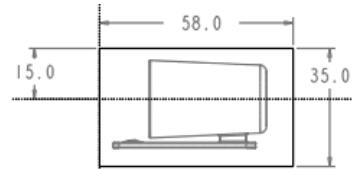

图 7.4 截面草图
(1) 选择命令。单击 **模具** 功能选项卡 **形状** ▾ 区域中的 按钮。此时系统弹出“拉伸”操控板。
(2) 创建实体拉伸特征。
① 定义草绘截面放置属性。在绘图区中右击，从系统弹出的快捷菜单中选择 **定义内部草绘...** 命令。系统弹出“草绘”对话框，然后选择 MOLD_PARITING_PLN 基准平面作为草绘平面，草绘平面的参考平面为 MOLD_RIGHT 基准平面，方位为 **右**；单击 **草绘** 按钮，系统进入截面草绘环境。
② 绘制截面草图。进入截面草绘环境后，系统弹出“参考”对话框，选取 MOLD_FRONT 基准平面和 TOP 基准平面为草绘参考，单击 **关闭(C)** 按钮，绘制图 7.4 所示的截面草图。完成截面草图的绘制后，单击“草绘”操控板中的“确定”按钮 。
③ 选取深度类型并输入深度值。在操控板中选取深度类型 (即“对称”)，再在深度文本框中输入深度值 30.0，并按 Enter 键。
④ 完成特征。在“拉伸”操控板中单击 按钮。完成特征的创建。